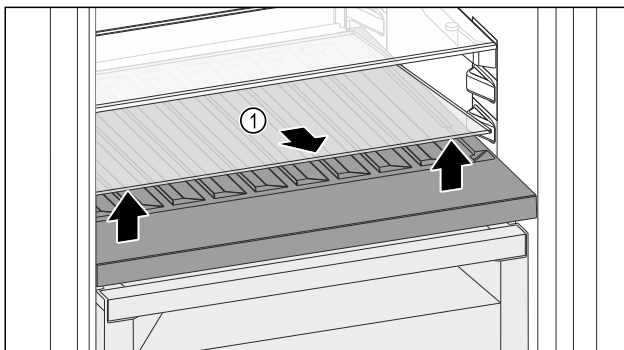

Fig. 98
- ▶ Sollevare il ripiano di vetro Fig. 98 (1) dall'incavo anteriore e rimuoverlo.
- ▶ Conservare il ripiano di vetro Fig. 98 (1) fuori dall'apparecchio in un luogo sicuro.